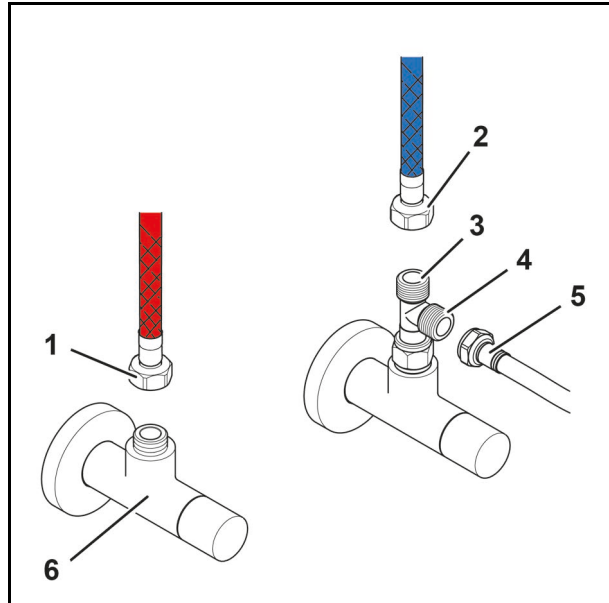

Abb. 13
2. Schließen Sie die Warmwasserleitung (Abb. 13/1) der Armatur am Eckventil (Abb. 13/6) an.
3. Schließen Sie die Kaltwasserleitung (Abb. 13/2) der Armatur an den oberen Anschluss (Abb. 13/3) des T-Stücks an.
4. Schließen Sie die Kaltwasserleitung (Abb. 13/5) des Untertischgeräts an den unteren Anschluss (Abb. 13/4) des T-Stücks an.